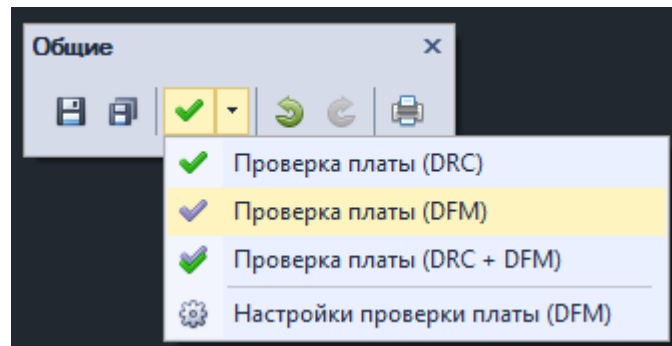

Рис. 452 Запуск DFM-проверки платы
1. На панели инструментов «Общие» рядом со значком вызвать выпадающий список нажав на значок , после чего из списка необходимо выбрать пункт «Проверка платы (DFM)» см. Рис. 452.